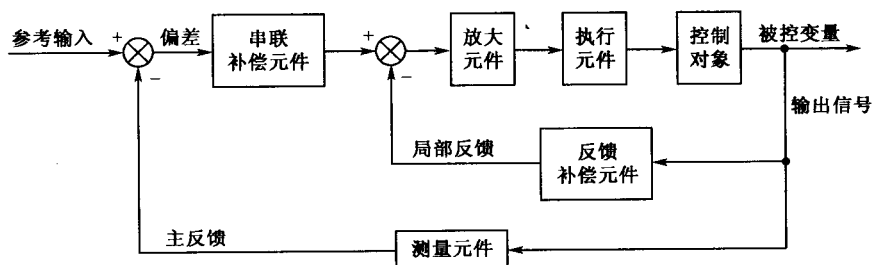

图 1-1 闭环系统的功能框图
2. 闭环控制系统的典型功能框图(图 1-1)
名师提示 绘元件框图时要参考图 1-1 的系统功能框图。